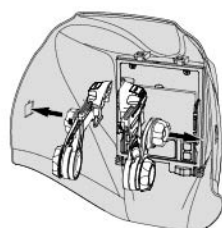

Fig. 12
- Placer hver adapter ud for den rigtige side af hjelmens skal (se fig. 12).